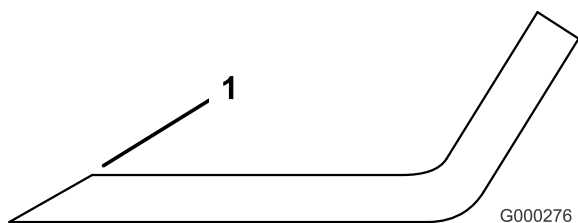

Figure 49
1. Au moyen d'une lime, aiguisez les tranchants aux deux extrémités de la lame (Figure 49) en veillant à